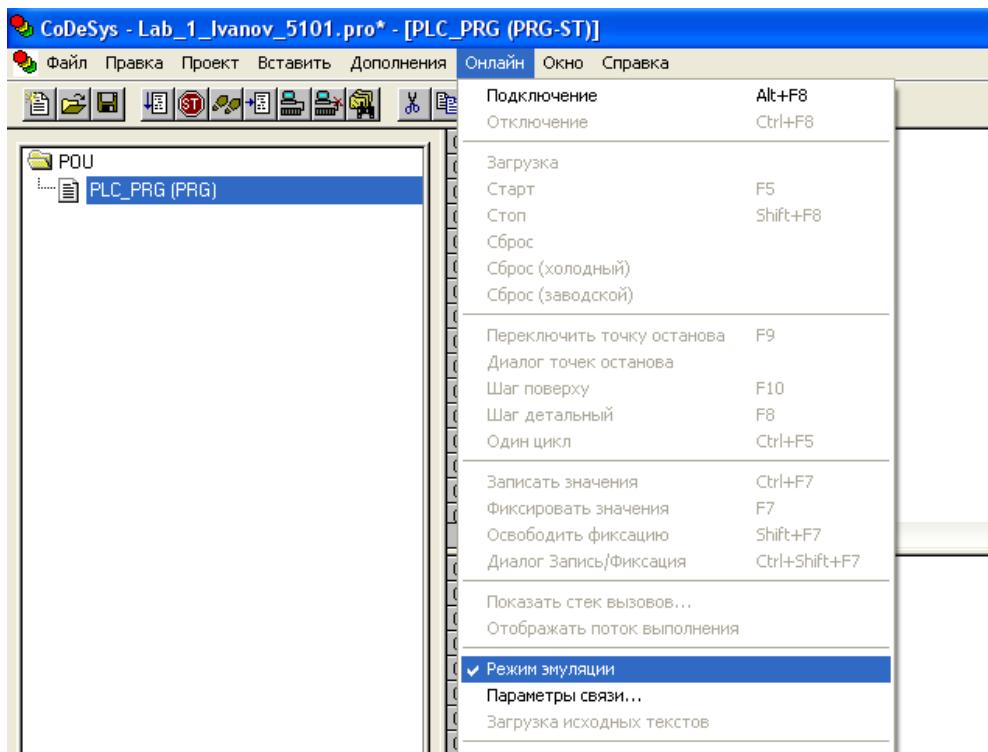

Рис. 15. Переход в режим эмуляции контроллера
1.7.1. Выбрать пункт меню **Онлайн – Режим эмуляции**, и включить флагок, как показано на рис. 15.